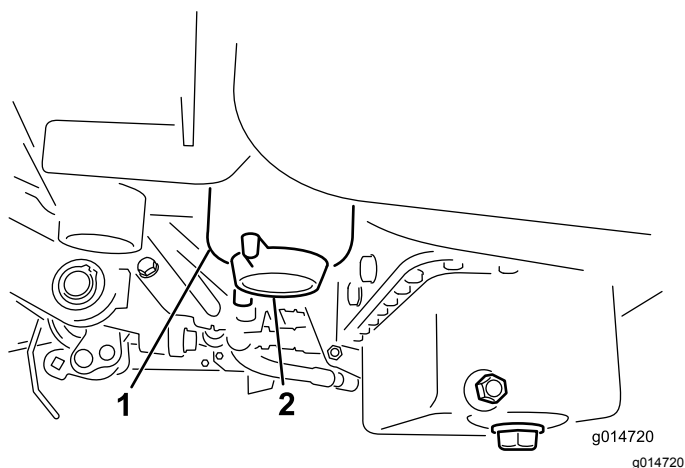

図 30
3. 燃料フィルタについているドレンプラグを 1 回転ほど開き、内部にたまっている異物を流し出す 図 30。